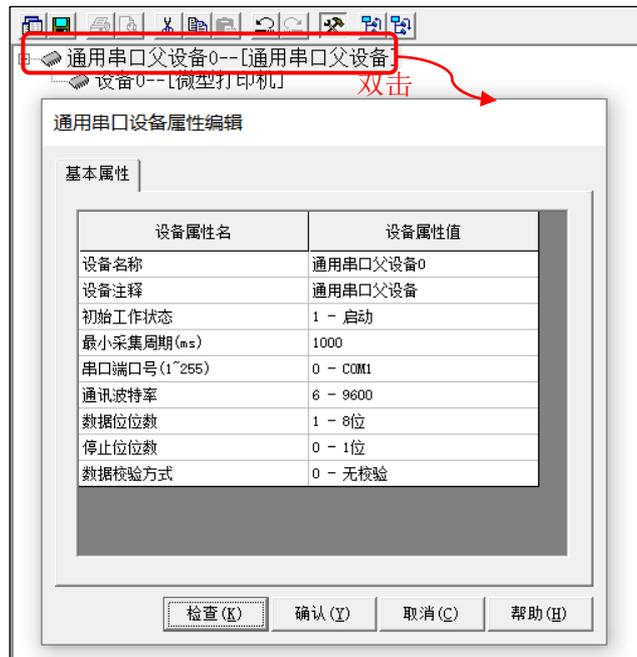

图 14.1-3 串口设备属性设置界面
- ④ 双击父设备打开【通用串口设备属性编辑】界面，设置串口通讯参数，如图 14.1-3 所示。